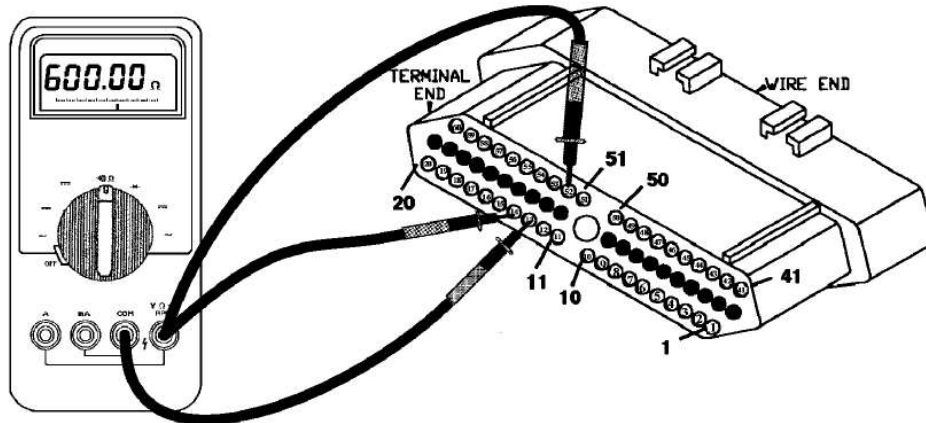

Figura 60
- Con la ignición apagada, desenchufe el TCM. Ahora coloque el cable negativo de su ohmímetro al terminal 13. Coloque el cable positivo al terminal 52 para medir la resistencia del sensor de RPM de turbina y al terminal 14 para hacer lo propio al sensor de RPM del eje de salida. Ambos sensores deben medir alrededor de 500 a 600 ohms (Vea la figura 60). *Nota: La especificación en los manuales de fábrica es de 300 a 1200 ohms. La experiencia obtenida por ATSG nos indica que esa especificación abarca demasiado, sin embargo, si uno de los sensores tiene una resistencia de 1200 ohms el otro sensor deberá medir mas o menos lo mismo de lo contrario debe ser considerado malo.* Reemplaze los sensores de ser necesario.